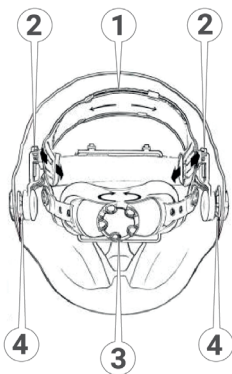

Рисунок 4. Регулятори налаштування посадки наголовника.
Глибина посадки регулюється довжиною двох тім'яних дуг (1, рис. 4). Якщо наголовник сидить надто низько, то необхідно укоротити довжину дуги, якщо надто високо – подовжити довжину, для чого необхідно виконати низку таких дій:
Розмір наголовника регулюється довжиною потиличної дуги (3, рис. 4), обертанням маховичка, розташованого безпосередньо ззаду наголовника. Якщо наголовник сидить надто вільно або щільно, виконується регулювання за таким алгоритмом:
- натиснути на маховик (3, рис. 4) та обертати його за напрямком руху годинникової стрілки, щоб затягнути потиличну дугу, або за напрямком руху проти годинникової стрілки, щоб послабити потиличну дугу;